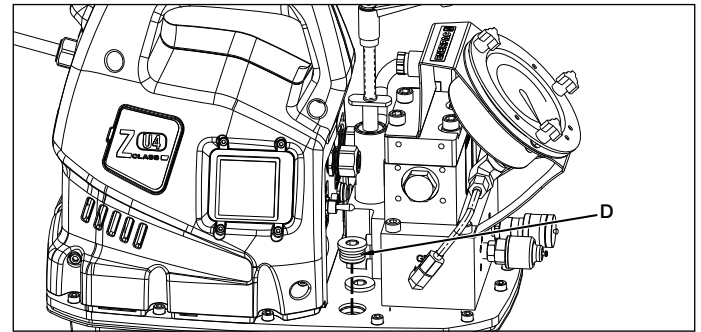
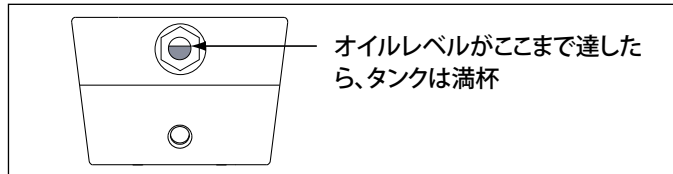

図3、オイル充填プラグ
図5 サイトガラス (覗き窓)
ポンプの固定面への取り付け寸法は、図3を参照してください。
始動前にポンプのオイルレベルを確認し、必要に応じてカバープレートからSAE #10プラグを外してオイルを補給します(図3参照)。オイルレベルが図5の状態に達したら、タンクは満杯の状態です。
2. (-Q)型ポンプは、Enerpac Sタイプ、Wタイプおよびその他のトルクレンチ用です。「Enerpac THQ-700 series - 700 bar/10,000 psi max.」と表示されたホースを必ず使用してください。レンチを適切に作動させるため、カブラは図5に示すように分割および配置してください。使用する前に、カブラが完全に接続され、締められていることを確認してください。カブラの接続が不十分な場合、レンチが正しく作動しません。
始動前にポンプのオイルレベルを確認し、必要に応じてポートプラグを外してオイルを補給します。図3および図5を参照してください。オイルをタンクに補給する前に、トルクレンチが完全に後退していることを必ず確認してください。
6. オイルタンクに新しいEnerpac油圧油を注入します。タンクは、オイルレベルが図5の状態に達したら一杯です。